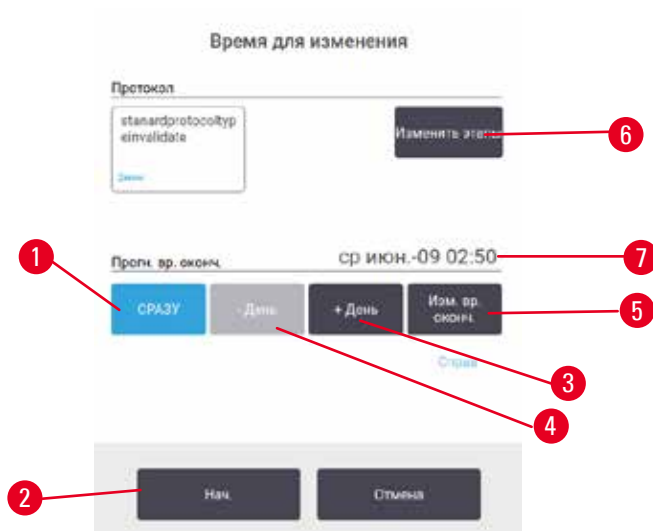

Рис. 53
Выбрать время выполнения протокола можно в диалоговом окне **Time to edit (Время для изменения)** (→ Рис. 53). Диалоговое окно открывается после загрузки протокола, ввода ID корзины и количества кассет (→ с. 80 – 5.5.2 Изменение первого этапа для единичного запуска).
1. Начните запуск протокола в обычном порядке с экрана **Status (Готовность)** и продолжайте, пока не откроется диалоговое окно **Time to edit (Время для изменения)** (→ Рис. 53). Нажмите кнопку **Edit steps (Изменить этапы)** (→ Рис. 53-6), чтобы открыть диалоговое окно **Edit the run steps (Изменить этапы протокола)** (→ Рис. 55).